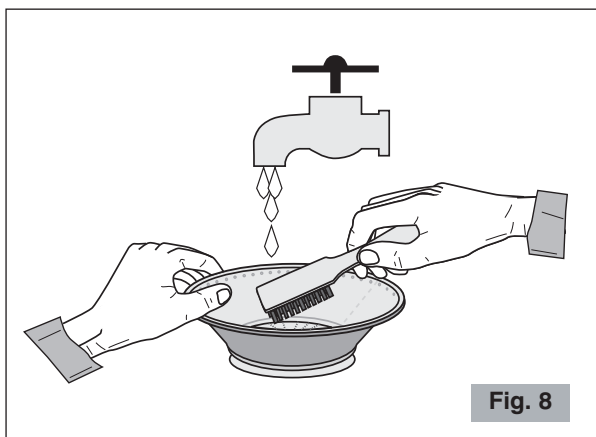

Fig. 8
- Per ottenere una più alta resa di succo assicurarsi sempre che il cestello sia pulito accuratamente utilizzando una spazzola in nylon. Utilizzando questa spazzola, tenere il cestello sotto al rubinetto e spazzolare la parte interna del setaccio (vedere Fig. 8), controllare poi in controluce che non ci siano fori del setaccio ostruiti. Se dovessero esserci fori ostruiti, immergere il cestello in una soluzione di acqua calda con il 12% di succo di limone o aceto in maniera da liberare i fori. In alternativa lavare il cestello in lavastoviglie.